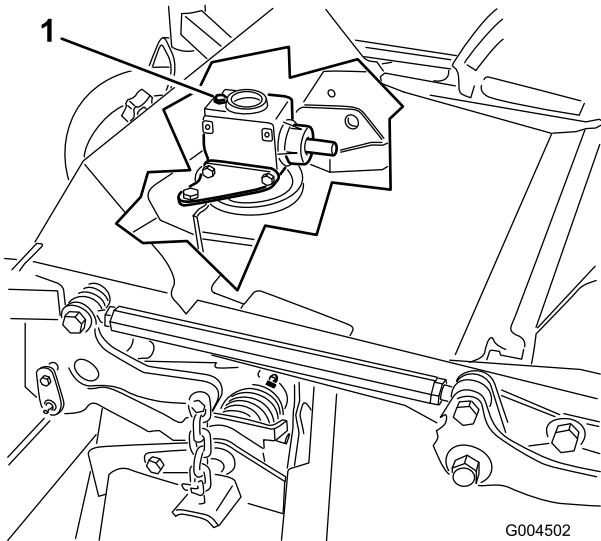

Figura 40
- Retire la varilla/ tapón de llenado de la parte superior de la caja de engranajes (Figura 40) y asegúrese de que el lubricante está entre las marcas de la varilla.
- Retire el tapón de llenado/varilla de la parte superior de la caja de engranajes (Figura 40).